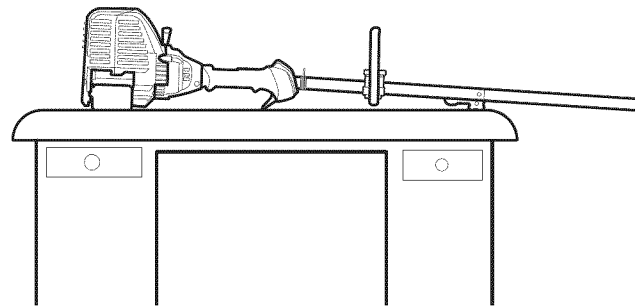

Fig. 26
2. **Ubique la unidad sobre una superficie plana y nivelada**, como un banco de trabajo o una mesa. El protector del cabezal de corte debe quedar colgando del borde de manera que el motor quede nivelado (Fig. 26).